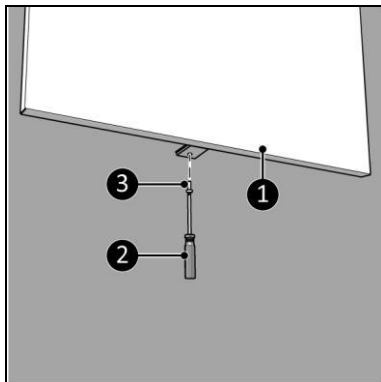

Figure 12
13. Vissez et fixez l'appareil (figure 12, pos. 1) au support mural avec une petite vis (figure 12, pos. 3) à l'aide d'un tournevis Phillips (figure 12, pos. 2).